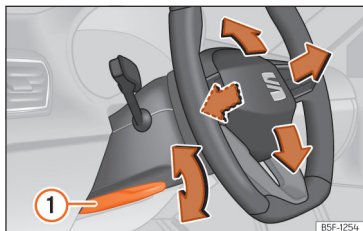

Fig. 60 Alavanca na parte inferior do lado esquerdo da coluna de direção
• Puxe a alavanca »» Fig. 60 ① para baixo, mova o volante até à posição desejada e volte a subir a alavanca até ao ponto de fecho.
• Após ajustar a coluna da direção, empurre firmemente a alavanca »» Fig. 60 ① para cima para que o volante não mude de posição acidentalmente durante o andamento.